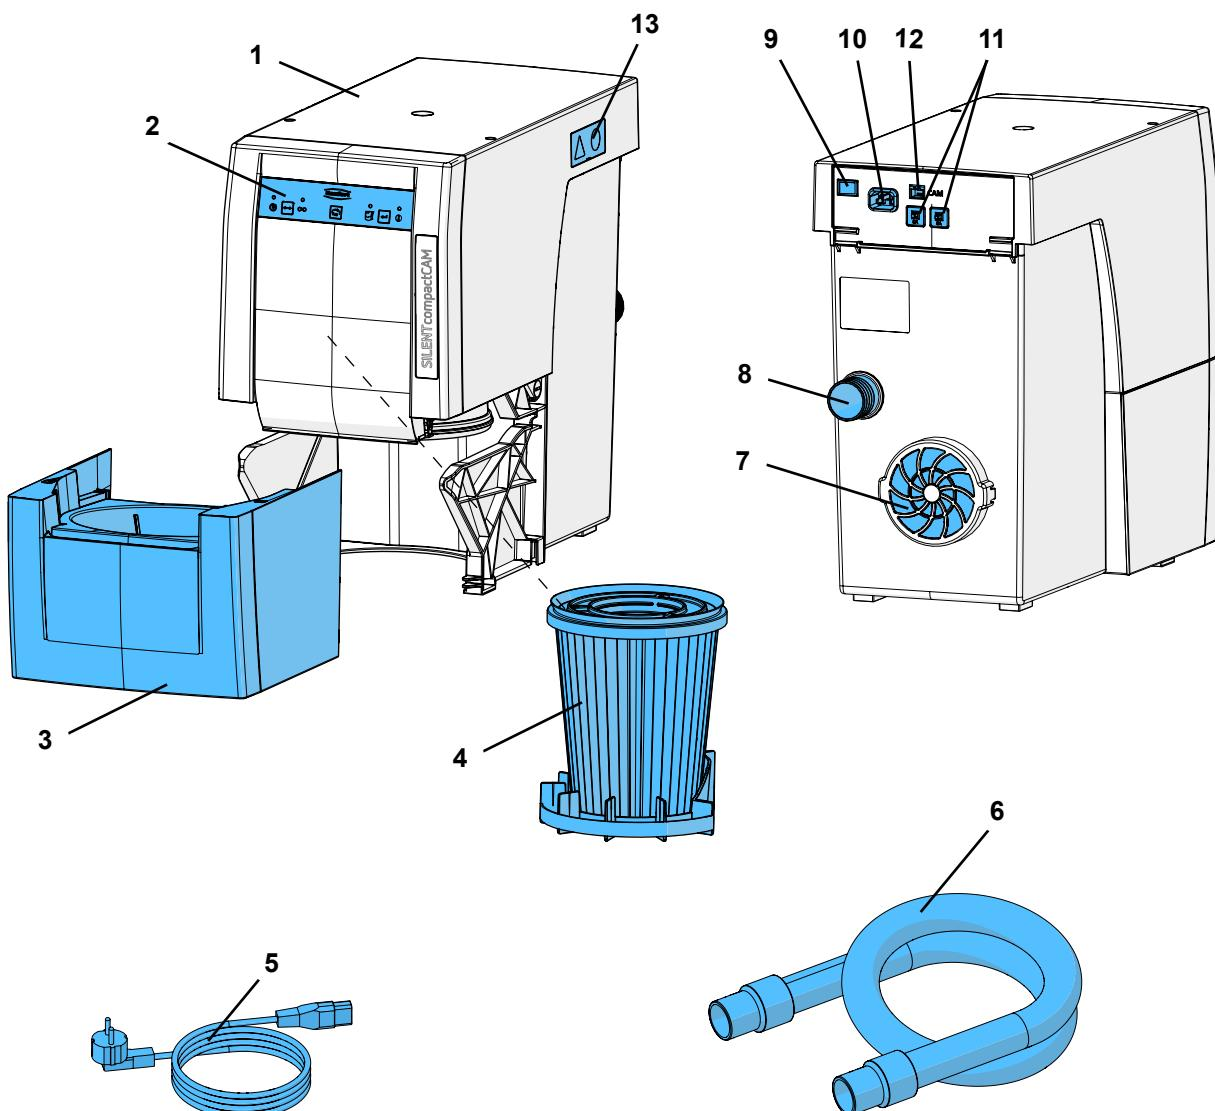

Fig. 1
- L'evacuazione dell'aria di scarico (7, Fig. 1) non sia ostacolata.
- Apertura sul lato posteriore dell'armadio, misure min. 250 x 120 mm, direttamente davanti all'uscita dell'aria (7, Fig. 1).
- ⇒ Spegnere l'apparecchio tramite interruttore on / off (9).
- ⇒ Collegare il cavo di alimentazione (5, Fig. 1) alla presa (10).
- ⇒ Inserire il tubo di aspirazione (6, Fig. 1) sul bocchettone di aspirazione (8).